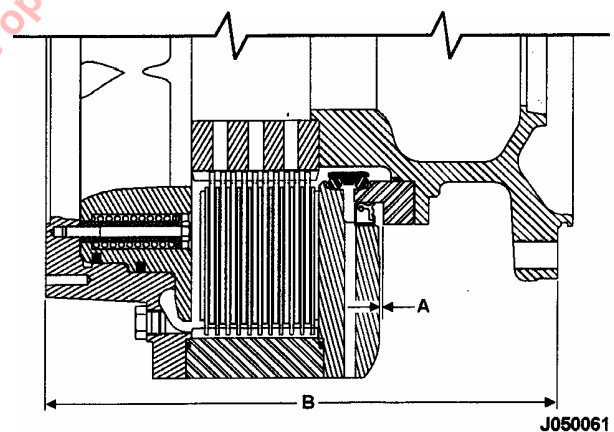

FIGURA 5-12 AJUSTE DE LA SEPARACION DEL SELLO
26. Ajuste la separación del sello. Consulte la Figura 5-12.